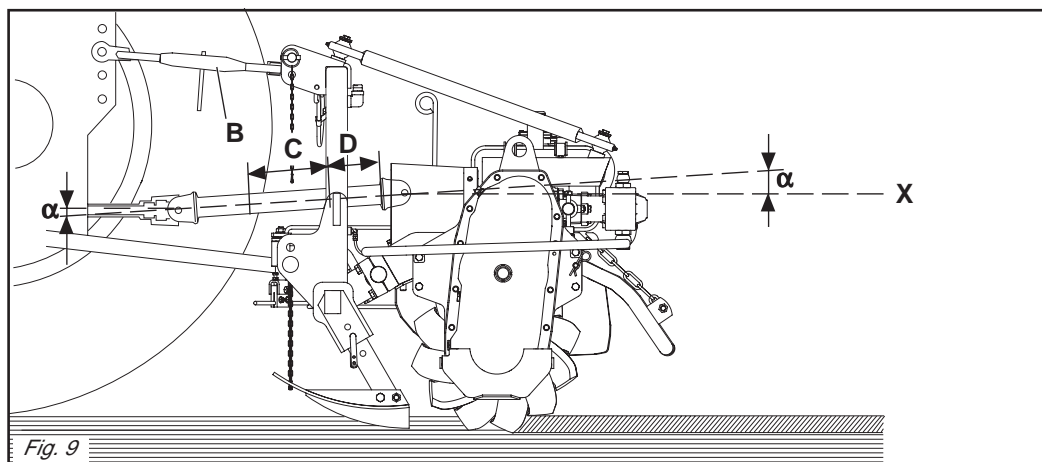
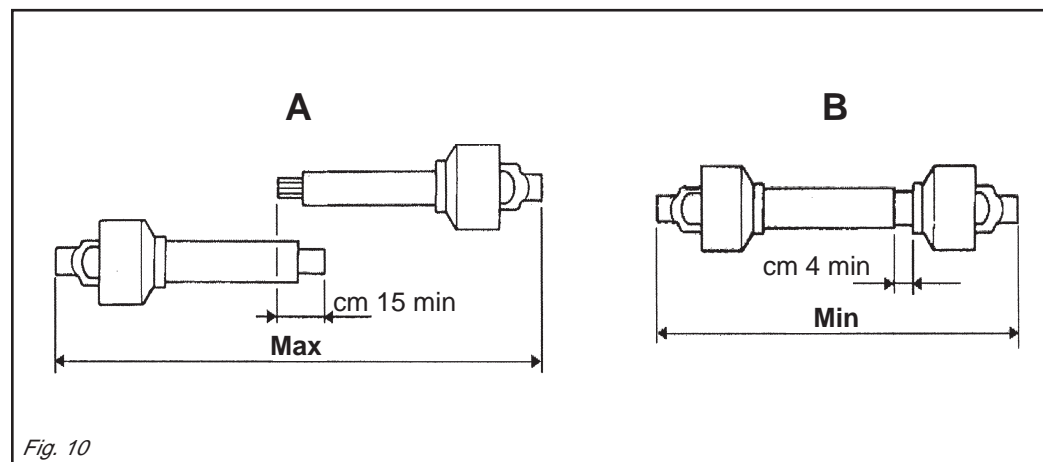

Fig. 9
Fig. 10
Per fare ciò aumentare o diminuire la lunghezza della barra superiore dell'attacco (B Fig. 9) in modo da portare l'asse (X Fig. 9) della ghiera scanalata della scatola parallela al suolo.
- I due angoli ( $\alpha$  Fig. 9) formati dalle assi delle forcelle e l'asse dei tubi scorrevoli saranno uguali e non dovranno superare i 10°.
- La copertura (C Fig. 9) dei tubi scorrevoli deve essere di 15 cm minimo (Fig. 10).
- I due tubi dell'albero di trasmissione a cardano non si devono ricoprire completamente, una corsa di sicurezza (D Fig. 9) di 4 cm minimo deve sussistere.
- Gli angoli ( $\alpha$  Fig. 9) dei cardani non devono essere superiori a 40° (Fig. 9).
To achieve this, increase or decrease the length of the top bar of the hitch (B Fig. 9) so as to set the axis (X Fig. 9) of the housing's grooved ring nut parallel to the ground.
- The two angles ( $\alpha$  Fig. 9) formed by the fork axes and the axis of the sliding tubes will be equal and must not exceed 10°.
- The sliding tubes (C Fig. 9) must overlap by at least 15 cm (Fig. 10).
- The two tubes of the driveline shaft must not fully overlap. There must always be a safety travel (D Fig. 9) of at least 4 cm.
- The angles ( $\alpha$  Fig. 9) of the drivelines must not exceed 40° (Fig. 9).
Um dies zu erhalten, die Länge der oberen Kupplungsstange (B Abb. 9) erhöhen oder verringern, bis die Achse (X Abb. 9) der Keilmutter des Gehäuses parallel zum Boden steht.
- Die beiden Winkel ( $\alpha$  Abb. 9), die aus den Achsen der Gabeln und der Achse der Gleitrohre bestehen, müssen gleich groß sein und dürfen auf keinen Fall größer als 10° sein.
- Die Überdeckung (C Abb. 9) der Gleitrohre muss mindestens 15 cm ausmachen (Abb. 10).
- Die beiden Rohre der Gelenkwelle dürfen sich nicht ganz überdecken. Es muss noch einen Sicherheitshub (D Abb. 9) von mindestens 4 cm geben.
- Die Winkel ( $\alpha$  Abb. 9) der Gelenkwellen dürfen nicht größer als 40° sein (Abb. 9).
Pour obtenir cette condition augmenter ou diminuer la longueur de la barre supérieure de l'attelage (B Fig. 9) de manière à ce que l'axe (X Fig. 9) de la bague cannelée de la boîte soit parallèle au sol.
- Les deux angles ( $\alpha$  Fig. 9) formés par les axes des fourches et l'axe des tubes coulissants doivent être identiques et ne doivent pas dépasser 10°.
- La couverture (C Fig. 9) des tubes coulissants doit être au minimum de 15 mm (Fig. 10).
- Les deux tubes de l'arbre de transmission à cardans ne doivent pas se recouvrir complètement, il doit rester une course de sécurité (D Fig. 9) de 4 cm au minimum.
- Les angles ( $\alpha$  Fig. 9) des cardans ne doivent pas être supérieurs à 40° (Fig. 9).
Para ello aumentar o disminuir la longitud de la barra superior del enganche (B Fig. 9) en modo de llevar el eje (X Fig. 9) de la tuerca ranurada de la caja paralela al terreno.
- Los dos ángulos ( $\alpha$  Fig. 9) formados por los ejes de las horquillas y el eje de los tubos corredizos serán iguales y deberán superar los 10°.
- La cobertura (C Fig. 9) de los tubos corredizos debe ser como mínimo de 15 cm (Fig. 10).
- Los dos tubos del árbol de transmisión de cardán no se deben cubrir completamente, debe quedar una carrera de seguridad (D Fig. 9) de 4 cm como mínimo.
- Los ángulos ( $\alpha$  Fig. 9) de los cardanes no deben ser superiores a 40° (Fig. 9).
Quando esso è inserito al massimo, il gioco minimo consentito deve essere di 4 cm. (Fig. 10).
**When the cardan shaft is fully extended, the two tubes must overlap by at least 15 cm. When fully inserted, the minimum play must be 4 cm. (Fig. 10).**